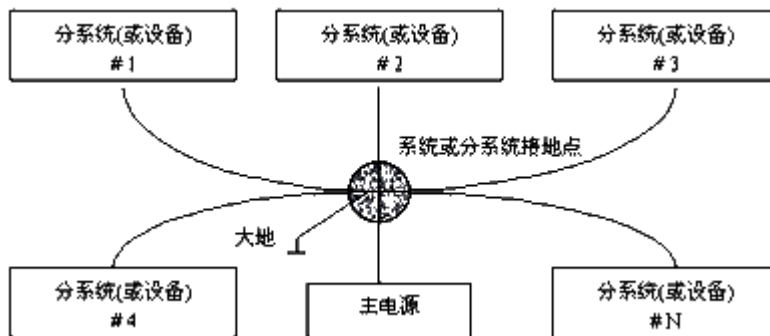

图 1 单点和星形接地
(1) 单点接地：如图 1 所示，单点接地是为许多在一起的电路提供公共电位参考点的方法，这样信号就可以在不同的电路之间传输。若没有公共参考点，就会出现错误信号传输。单点接地要求每个电路只接地一次，并且接在同一点。该点常常一地球为参考。由于只存在一个参考点，因此可以相信没有地回路存在，因而也就没有干扰问题。